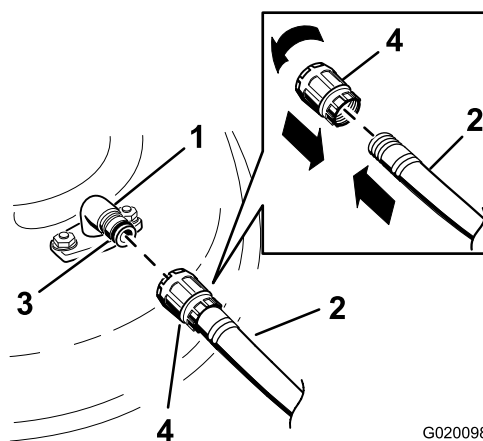

Figura 75
- Atașați cuplajul furtunului la capătul fittingului de spălare a mainii de tuns iarba i pornii apa cu presiune maximă (Figura 75).